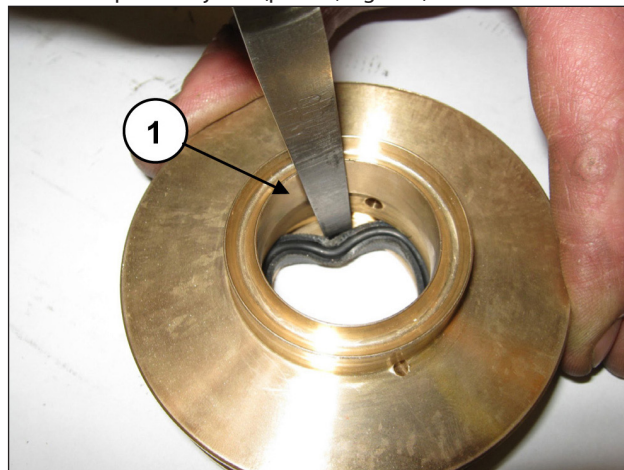

Fig. 180
Para remover a junta de baixa pressão, é necessário usar um medidor de espessura ou uma ferramenta que não danifique o local do suporte da junta (pos. ①, Fig. 180).